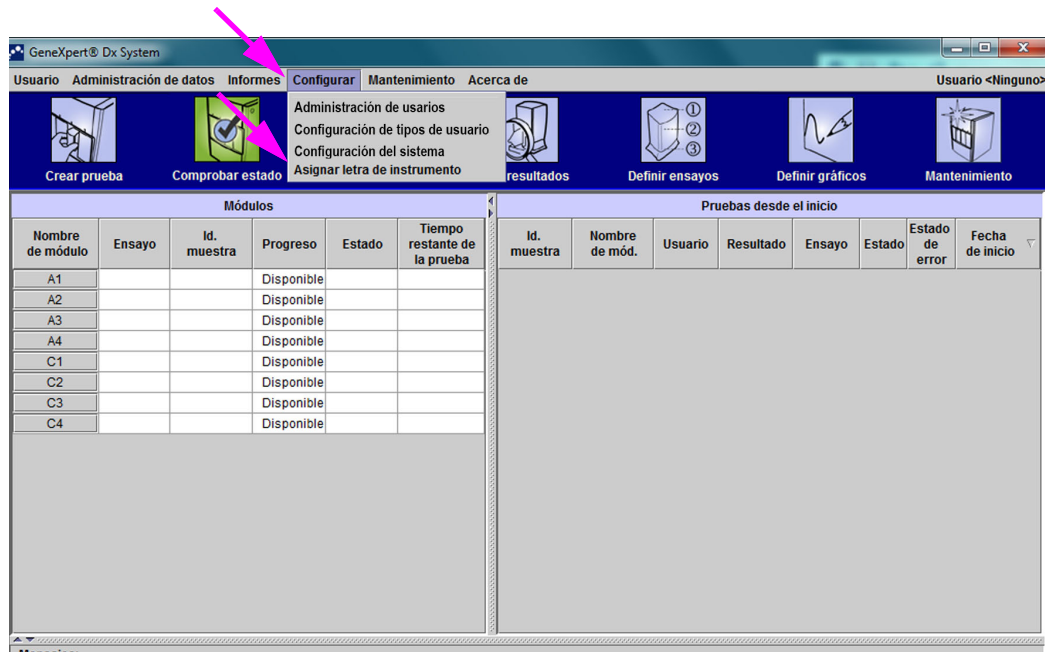
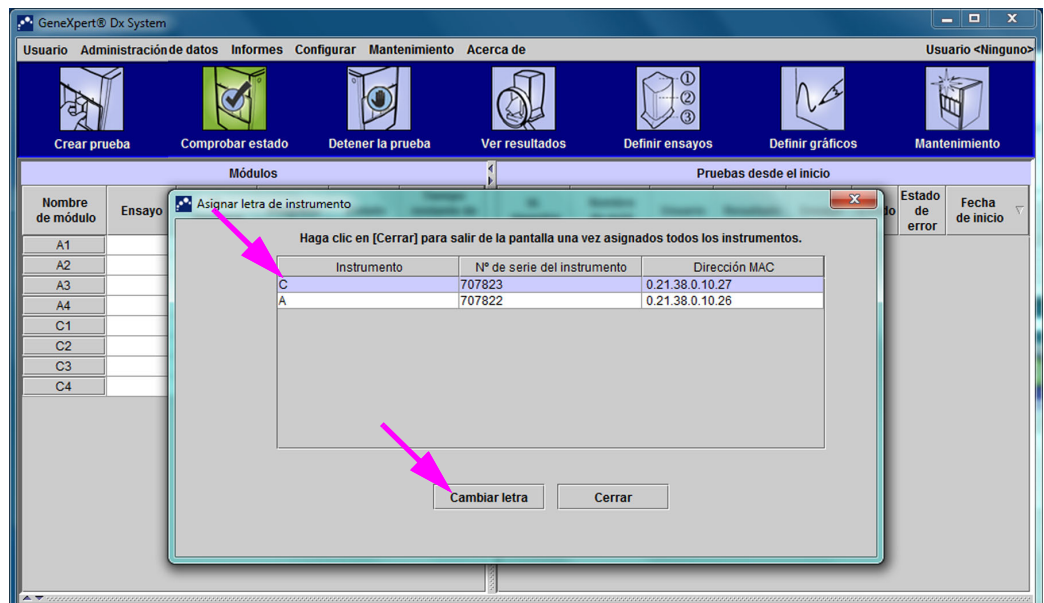

Figura 2-66. Ventana GeneXpert Dx System con el menú desplegable Configurar
Figura 2-67. Ventana GeneXpert Dx System con el cuadro superpuesto Asignar letra de instrumento
3. Para garantizar que las asignaciones de letra coinciden con el instrumento GeneXpert GX-XVI haga clic en **Configurar** en la ventana GeneXpert Dx System (consulte la figura 2-66) y, a continuación, seleccione **Asignar letra de instrumento** en el menú desplegable. Aparece el cuadro de diálogo Asignar letra de instrumento (consulte la figura 2-67). Al mismo tiempo, parpadearán los indicadores LED verdes de los cuatro módulos que conforman el cuadrante seleccionado.
- Para cambiar la letra de asignación, haga clic para seleccionar el instrumento y, a continuación, haga clic en **Cambiar letra** en el cuadro de diálogo Asignar letra de instrumento (consulte la figura 2-67).
6. Haga clic en **Cerrar** para cerrar el cuadro de diálogo Asignar letra de instrumento (consulte la figura 2-67).